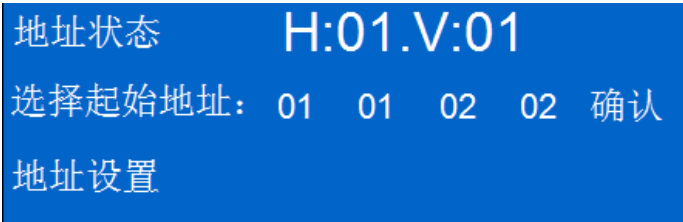

图 1.1.5
1.1.1.1:按随机码进入如图 1.1.5 进行地址选择：